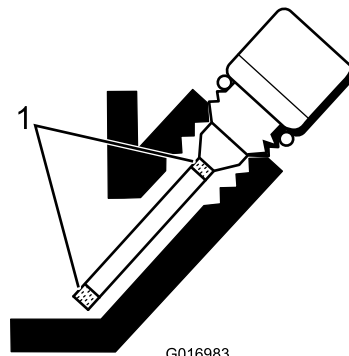

図 24
5. 不足している場合は、ゲージの網目模様部分の中間位置になるまで補給する 図 24。入れすぎないこと。